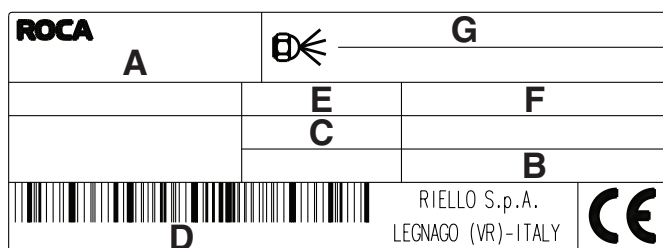

Fig. 5
- o modelo (ver **A** na Fig. 5) e o tipo do queimador (**B**);